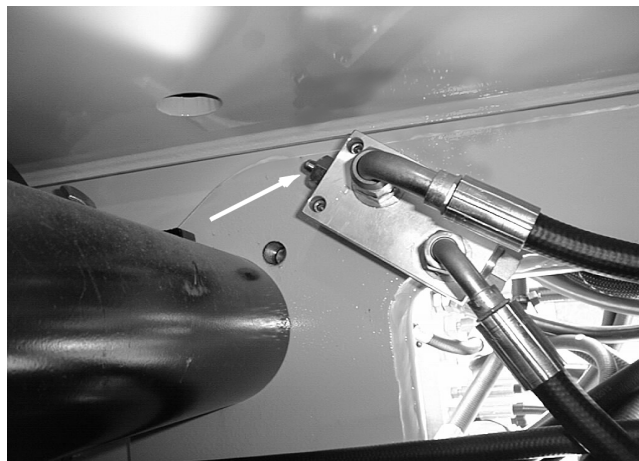

图 2-5. 塔臂垂直限位开关
- a. 将设备置于水平地面，塔臂总成处于收藏位置。确定塔臂垂直限位开关邻近塔基臂底端（后部）的塔升降液压缸。打开左侧护罩，目视检查塔臂垂直限位开关上的柱塞是否完全伸出。图 2-5. 中显示的柱塞完全伸出。